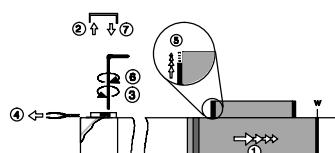

Bild 56
2. Ziehen Sie die Abdeckkappe (falls vorhanden) auf der gegenüberliegenden Seite ab (siehe Bild 56).